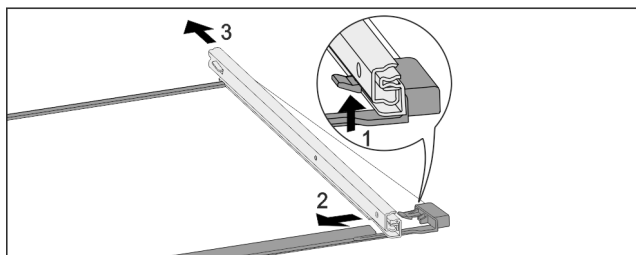

Fig. 133 Стеклопластина с направляющими
- ▶ Отожмите передний стопорный крючок вверх. Fig. 133 (1)
- ▶ Сдвиньте выдвижную направляющую в сторону Fig. 133 (2) и назад Fig. 133 (3).